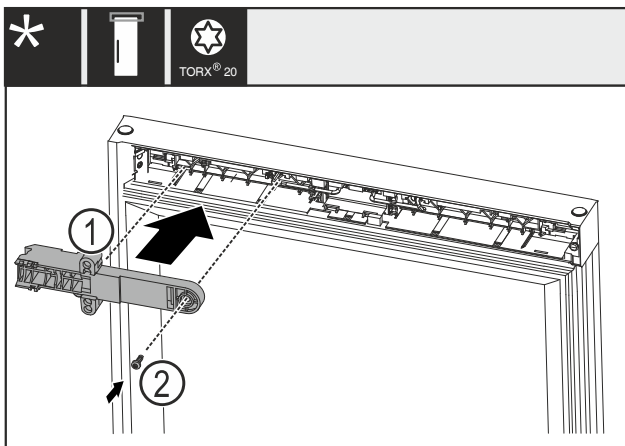

Fig. 23
- ▶ Schloss-Halteteil Fig. 23 (1) um 180° drehen und auf Gegenseite montieren.
- ▶ Schloss-Halteteil Fig. 23 (1) mit Schraube Fig. 23 (2) befestigen.